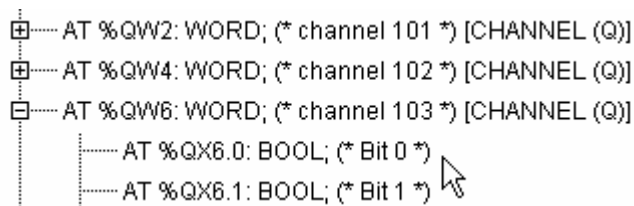

图 B-3-3
- PLC 向 PC 机发送的数据 A、B 分别存放在图 B-3-3 所示的 %QW2、%QW4 之中，位 C 存放在 %QX6.0。